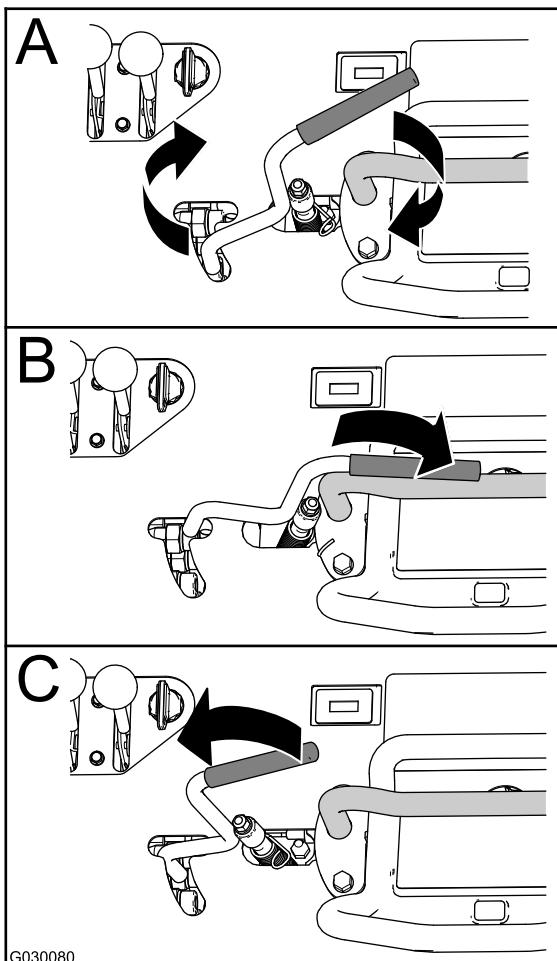

Figura 1
4. Gire el control de la zanjadora en sentido horario (Figura 1, A).
5. Mueva la palanca de control de la zanjadora 4 o 5 veces hacia adelante del todo (Figura 1, B) y luego hacia atrás (Figura 1, C).